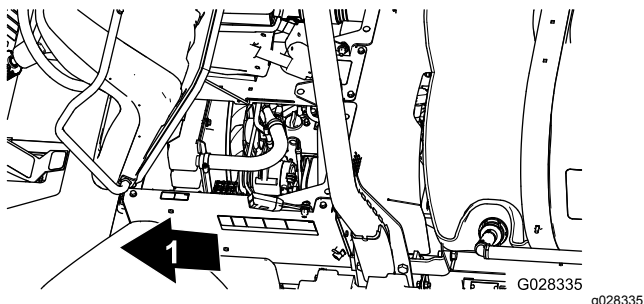

Figure 59
5. Enlevez le bouchon de remplissage d'huile du goulot de remplissage sur le couvre-culasse (Figure 59) et versez avec précaution environ 80 % de la quantité d'huile spécifiée dans le goulot de remplissage.
6. Sortez la jauge et vérifiez le niveau d'huile dans le carter moteur (Figure 59).
7. Versez avec précaution la quantité d'huile spécifiée requise pour faire monter le jusqu'au repère maximum sur la jauge (Figure 59).
8. Remettez le bouchon de remplissage d'huile dans le goulot de remplissage et la jauge dans son tube (Figure 59).